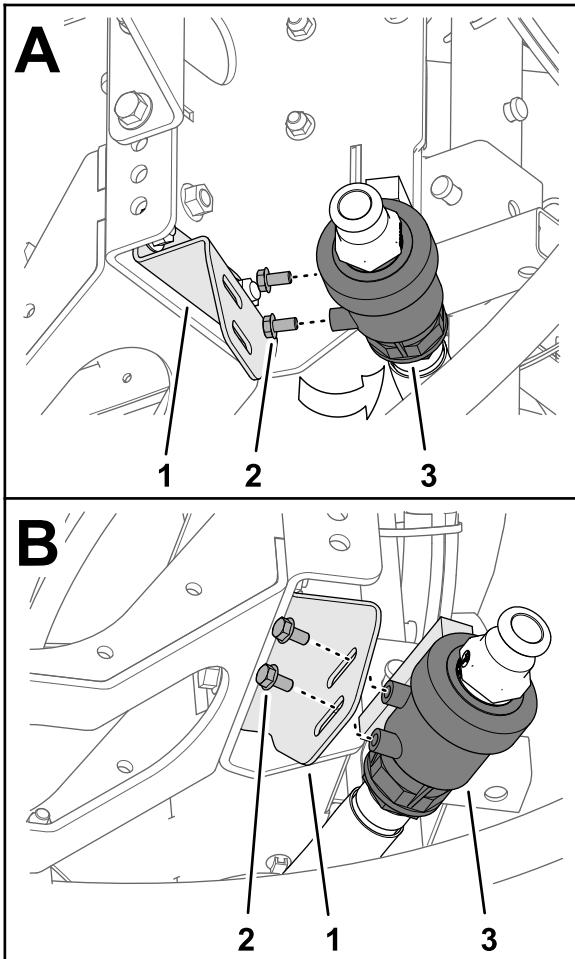

Figura 14
3. Retire os dois parafusos de cabeça flangeada (5/16 pol. x $\frac{5}{8}$ pol.) da caixa da válvula de drenagem (Figura 14).